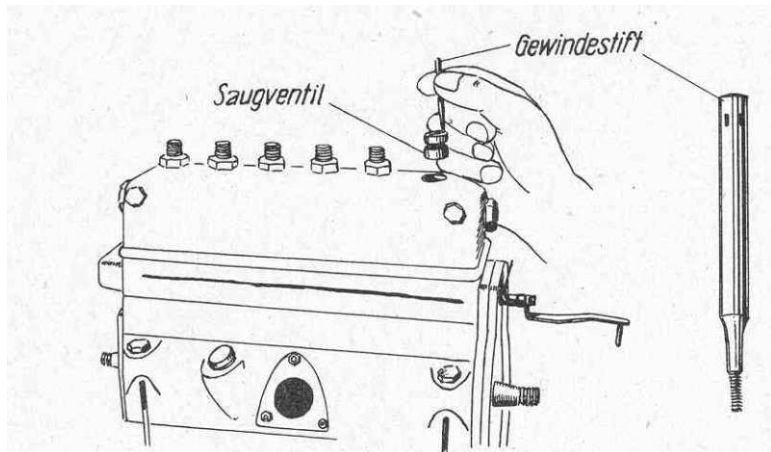

Bild 12 Ein Saugventil wird aus dem Pumpenoberteil gehoben
3. Druckventil mit einem Gewindestift herausziehen (Bild 12)